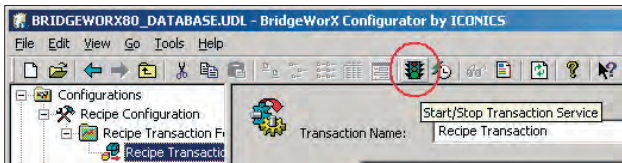

Рис. 61. Запуск службы BridgeWorX
3. Запустите службу BridgeWorX, для чего следует нажать значок с изображением светофора на инструментальной панели конфигуратора BridgeWorX. Изменение цвета светофора на зелёный, как показано на рис. 61, свидетельствует о том, что служба запущена успешно и готова к работе. Исполнение транзакции будет произведено с помощью Web-интерфейса BridgeWorX.